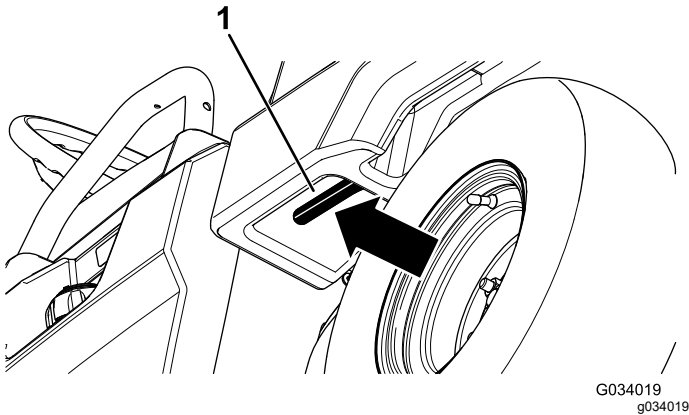

Figura 7
- Tirate la leva a sinistra, all'interno del pianale, verso di voi e sollevate il pianale (Figura 7).